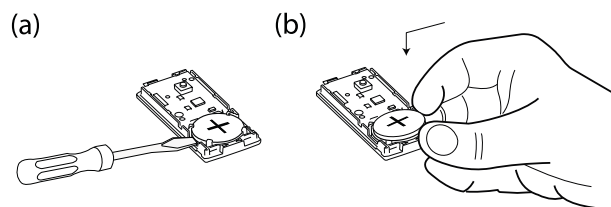

Bild 9: Borttagning i ditsättning av batteri
2. Kila in en spårmejsel under batteriet. Se Bild 9 (a).